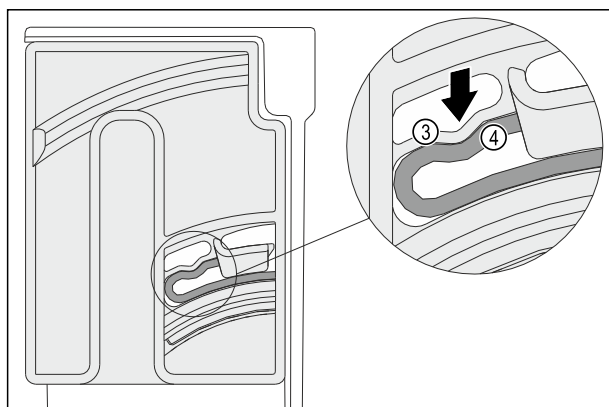

Fig. 147
- ▶ Эластичный элемент Fig. 147 (3) поворотного блока фиксируется с характерным звуком в углублении ребра Fig. 147 (4).